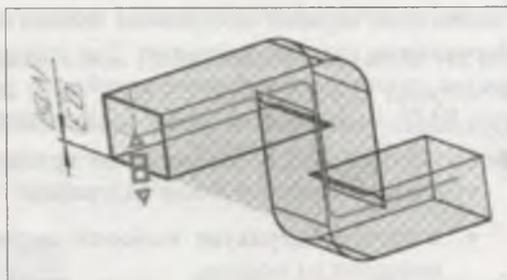

Рис. 19.22. Фантом модели воздуховода
- ♦ в графической области или в **Дереве** модели укажите требуемый Эскиз сечения (Эскиз 1) и траекторию в виде отрезков прямых (Эскиз 2) — в графической области появился фантом модели (рис. 19.22). В окне **Сечение** — Эскиз:1, а в окне **Траектория** — Кривая Эскиз:2;